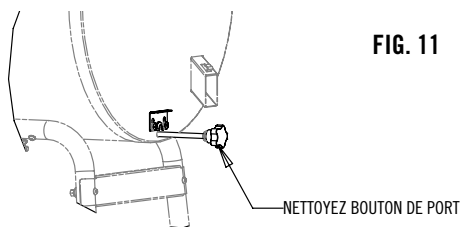

FIG. 11
2. Soulever le système de blocage de la tige et tirer le bouton de la tige de nettoyage pour vider les cendres dans le récipient prévu à cet effet. Voir la Fig. 11.